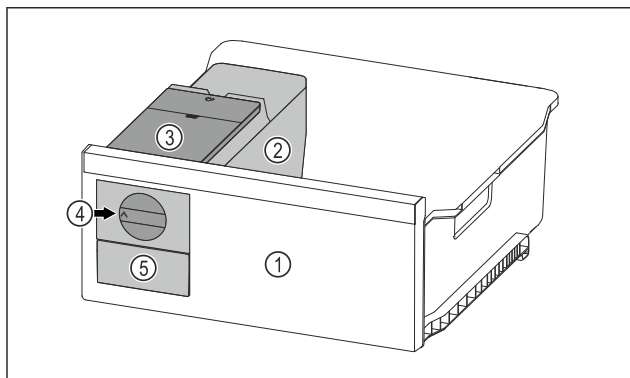

Fig. 152 Beispielhafte Darstellung
- Drehknopf Fig. 152 (4) im Uhrzeigersinn bis zum Anschlag drehen.
- Eiswürfel fallen aus der Eiswürfelschale in das Eiswürfelschubfach Fig. 152 (5).